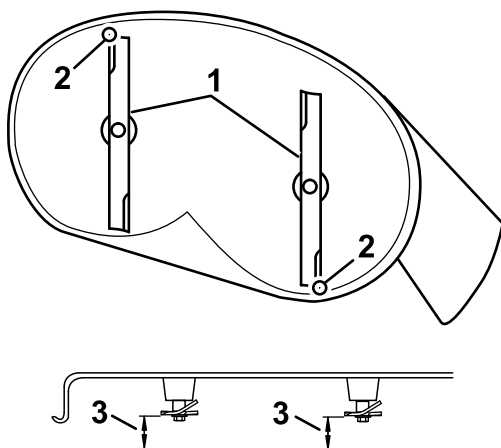

Bild 68
4. Drehen Sie die Messer vorsichtig, sodass sie in Längsrichtung zeigen (Bild 68).
5. Messen Sie zwischen der Messerspitze vorne und hinten und der ebenen Fläche (Bild 68).